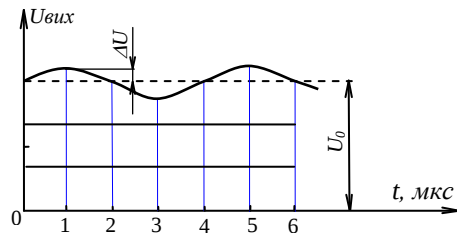

Рис.1.
24. Чому дорівнює коефіцієнт пульсацій K_L випрямляча , графік вихідної напруги якого наведено на рис. 1, якщо середня напруга $U_0 = 20$ В; $\Delta U = 2$ В; $f = 400$ Гц